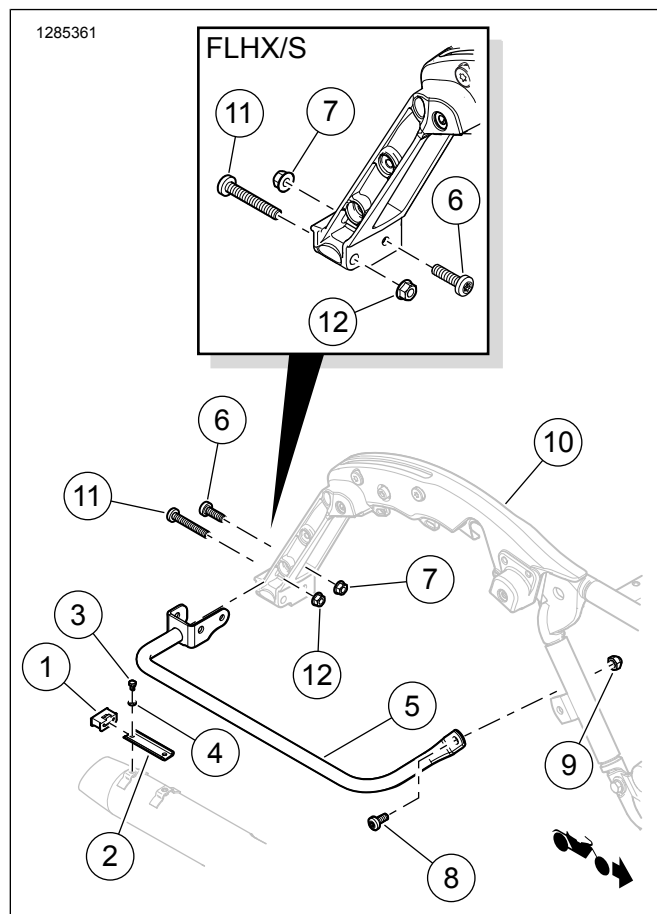

Figure 2. Retirer le support de sacoche (côté droit illustré)
1. Voir la Figure 2. Détacher le tube de support de sacoche existant du silencieux.
- a. Retirer et conserver les vis à tête hexagonale (3), les rondelles de blocage (4), le support en caoutchouc (1) et le support (2) fixant le silencieux au tube de support de sacoche (5).
- a. Retirer la vis (6) et l'écrou à embase (7) qui fixent l'arrière du tube de support de la sacoche au support de sacoche moulé (10).
- b. Conserver la vis (6) pour la réutiliser ultérieurement.
- c. Jeter l'écrou (7).
- a. Retirer la vis (8) et le contre-écrou (9) qui fixent l'avant du support de la sacoche.
- b. Conserver la vis (8) pour la réutiliser ultérieurement.
- c. Jeter l'écrou (9).